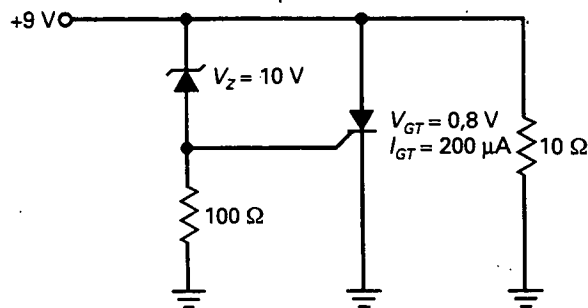

Figura 15-32
- 15-12. Calcule la tensión de alimentación que dispara el interruptor de la Figura 15-32.
- 15-13. Si el diodo zener de la Figura 15-32 tiene una tolerancia de ± 10 por 100 y la tensión de disparo puede ser tan alta como $1,5 \text{ V}$, ¿cuál es la máxima tensión de alimentación para la cual la acción de protección se lleva a cabo?
- 15-14. Si la tensión zener en la Figura 15-32 se cambia de 10 a 15 V , ¿cuál es la tensión que dispara el SCR?
- 15-15. El diodo zener de la Figura 15-32 se sustituye por un 1N759. ¿Cuál es la tensión de alimentación que dispara el interruptor SCR?